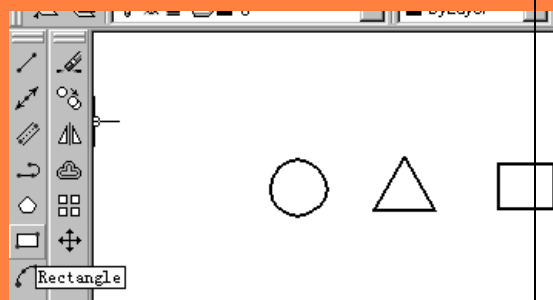

图 1-41 等量号的完成图
(4) 使用 Draw( 绘图 ) 工具栏中的 Rectangle( 矩形 ) 工具, 画一个四边形。这样, 等量号就绘制完成了, 如图 1-41 所示。